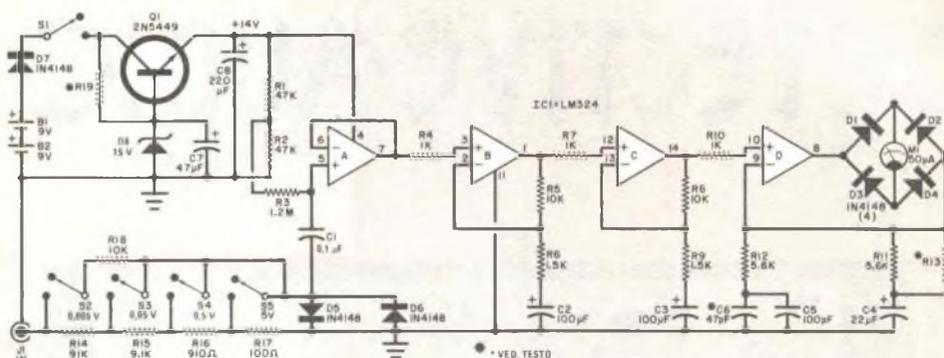

Fig. 1 - I primi tre amplificatori operazionali (IC1A - IC1B - IC1C) formano un sensibile amplificatore in c.a., mentre IC1D aziona lo strumento.
**Come funziona** - Il circuito, formato dal transistor Q1, da R19, C7 e D8, è un alimentatore stabilizzato che fornisce i 14 V necessari al circuito integrato IC1 (fig. 1). Grazie all'azione di C7, l'alimentazione sale lentamente per evitare che le correnti di carica dei condensatori C2, C3 e C4 danneggino lo